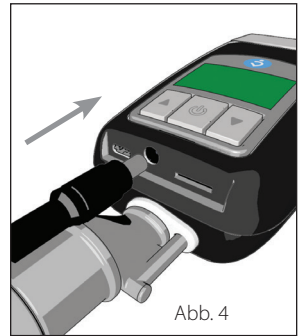

Abb. 4
3. Schließen Sie den AC-Adapter am **Z1** an. (Abb. 4)